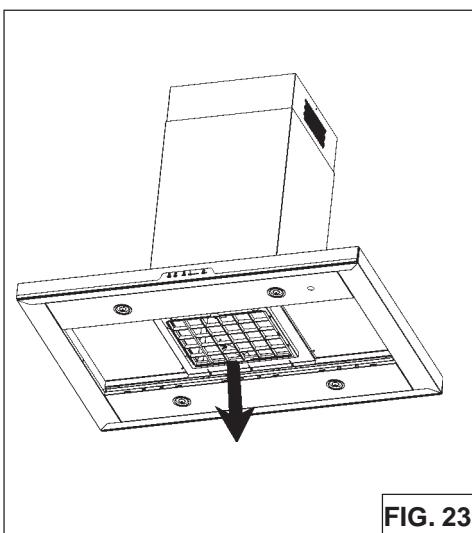

FIG. 23
1. Pour enlever le filtre au CHARBON, agrippez la languette du filtre et poussez-la vers l'arrière de la hotte. Tirez le filtre vers le bas pour dégager les pattes arrière du filtre (Fig.23).